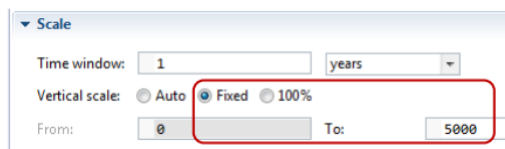

Рисунок 4.19 – Вертикальний масштаб
2. Оскільки наша діаграма показуватиме статистику для покупців, а наша модель містить 5 000 споживачів, встановіть вертикальний масштаб діаграми на фіксований і введіть 5 000 у полі «Кому» (рис. 4.19).